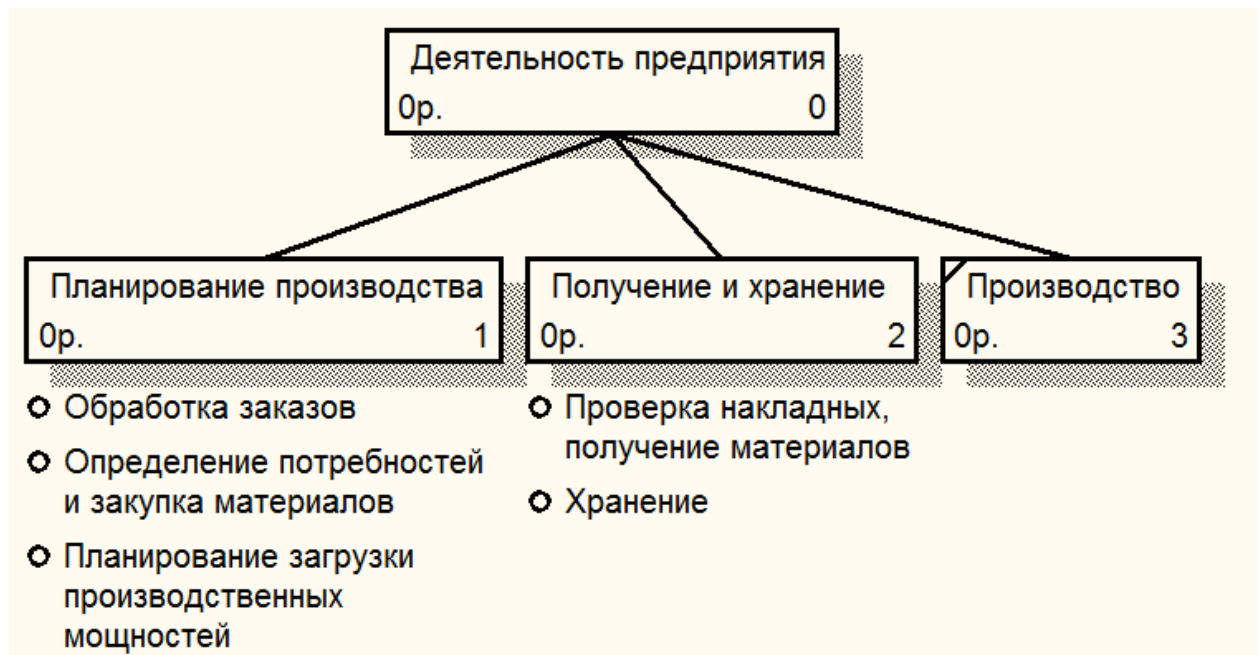

Рис. 29. Диаграмма дерева узлов
3. Во втором окне Мастера создания дерева узлов оставьте опции, заданные по умолчанию и нажмите *Готово*. Результат представлен на рис. 29.